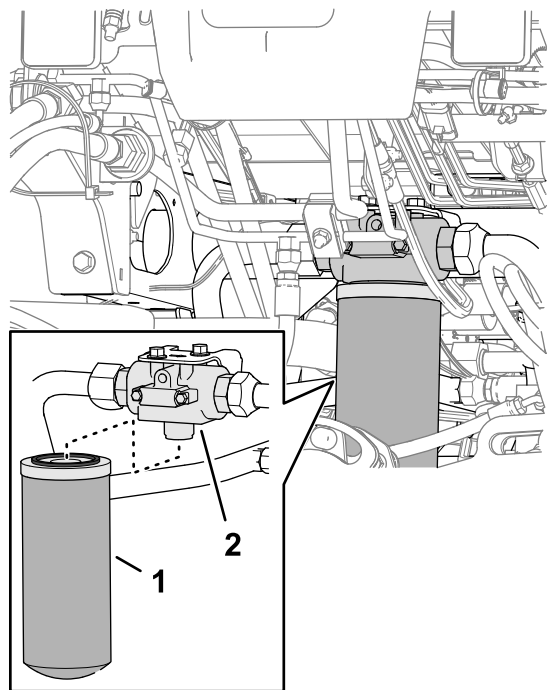

Figura 106
2. En la parte delantera de la máquina, coloque un recipiente de vaciado debajo del filtro de retorno (Figura 106).